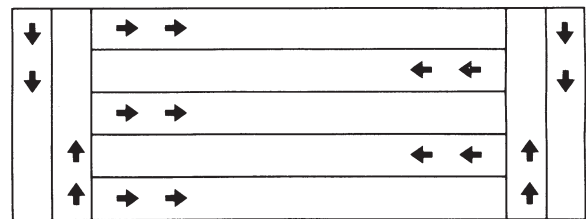

FIGURA 27
4. Para una aplicación más fácil, aplique el material primero a ambos extremos del área. Dos o tres pases sobre cada extremo son suficientes. Entonces aplique el material hacia adelante y hacia atrás como se muestra. Use las áreas de los extremos para dar la vuelta, cerrando el esparcidor cuando entre en el área y volviéndolo a abrir nuevamente cuando sale de las áreas de los extremos para hacer el siguiente paso. Vea la Figura 27.